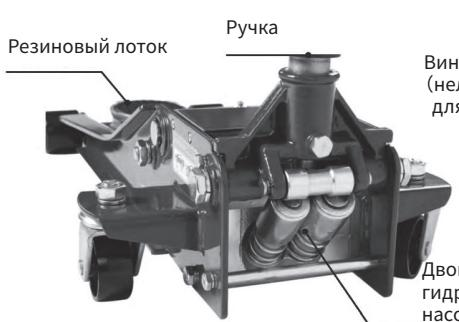

Рисунок 1
- 2) Вставить рукоятку в люк (см. рис.1) .
- 3) Повернуть рукоятку против часовой стрелки (см. рис.1) и открыть возвратный клапан.